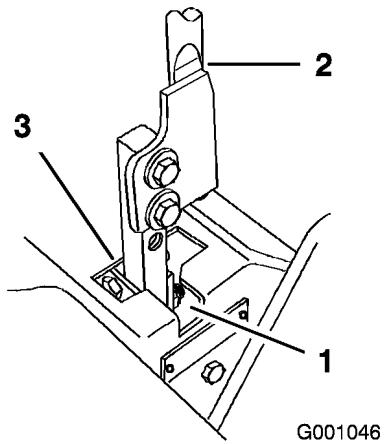

Figure 62
5. Placez le levier au point mort, sans le verrouiller (Figure 62).
6. Tirez le levier en arrière jusqu'à ce que l'axe de chape (situé sur le bras au-dessous de l'axe de pivot) touche l'extrémité de la fente (c.-à-d. commence juste à appuyer sur le ressort) (Figure 62).
7. Vérifiez la position du levier par rapport au cran de la console (Figure 62). Il doit être centré de façon à pouvoir pivoter vers l'extérieur jusqu'à la position de verrouillage du point mort.